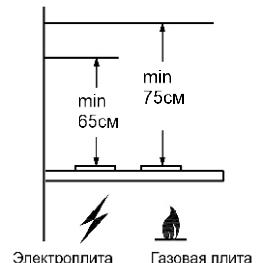

рис. 1
1.2 Вытяжку устанавливайте на высоте, как показано на рис. 1.
- 4.7 Устанавливайте кухонную вытяжку над плитой в соответствии с рис. 1.
- при установке вытяжки соблюдайте указания п. 1.2 (рис. 1);